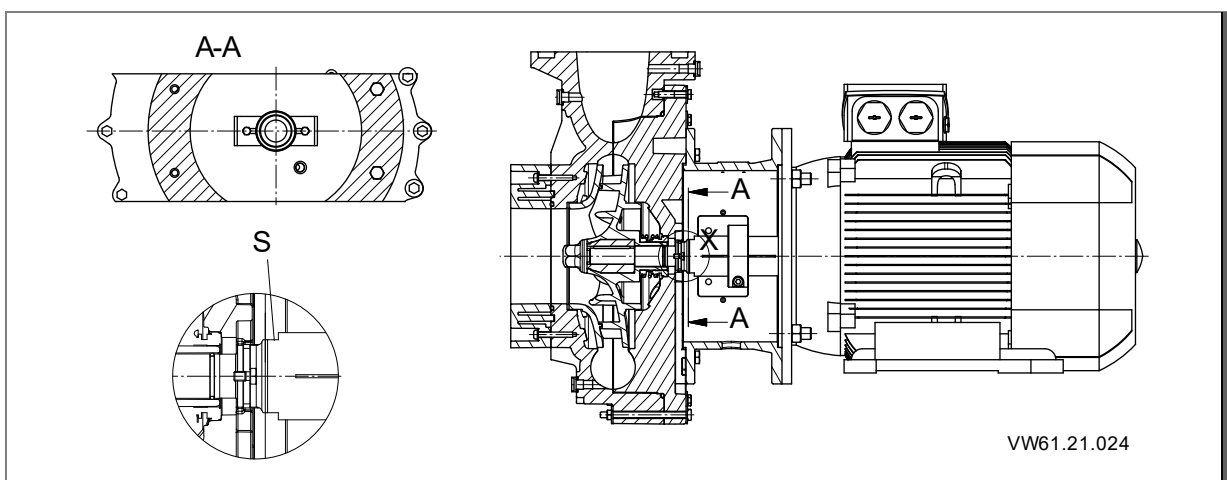

Fig. 9
1. Separar la protección de acoplamiento (681) de la brida del motor (341).
2. Retener el eje de la bomba (210) al ancho de la llave. Ver "Fig. 9", página 29
3. Desenroscar la tuerca de rodete (922) con la junta tórica insertada (412.4).
4. Sacar el rodete (230). Poner el rodete sobre una superficie limpia y plana.
5. Sacar la chaveta de ajuste (940) fuera de la ranura de chaveta.
6. Sacar la unidad giratoria del sello mecánico (433) del buje de rodete.
7. Soltar los tornillos hexagonales (901).
8. Separar la tapa de carcasa (161) del yugo (341).
9. Sacar el anillo de acoplamiento del sello mecánico (433) de la tapa de carcasa (161).
1. Poner la chaveta de ajuste (940) en la ranura de chaveta.
2. Empujar el rodete (230) sobre el eje (210).
3. Retener el eje de la bomba al ancho de la llave. Ver "Fig. 9", página 29
4. Desenroscar la tuerca de rodete (922) con la junta tórica insertada (412.4). ¡Prestar atención al par de apriete! Ver capítulo 8.6, página 29
4. Retirar las dos arandelas de seguridad (931) por completo de la ranura del eje. Ver "Fig. 9", página 29